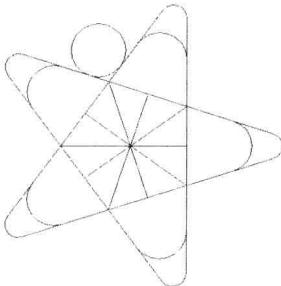

图 4-4-17
(1) 打开素材文件“4-4-6.dwg”，如图 4-4-17 所示，单击“常用”选项卡，在“修改”面板中单击“阵列”按钮 阵 ，打开“阵列”对话框，选择“环形阵列”选项，在对话框中单击“选择对象”按钮 选 ，“阵列”对话框将暂时关闭，命令行中提示“选择对象”，选择要创建阵列的圆对象，并按 Enter 键。